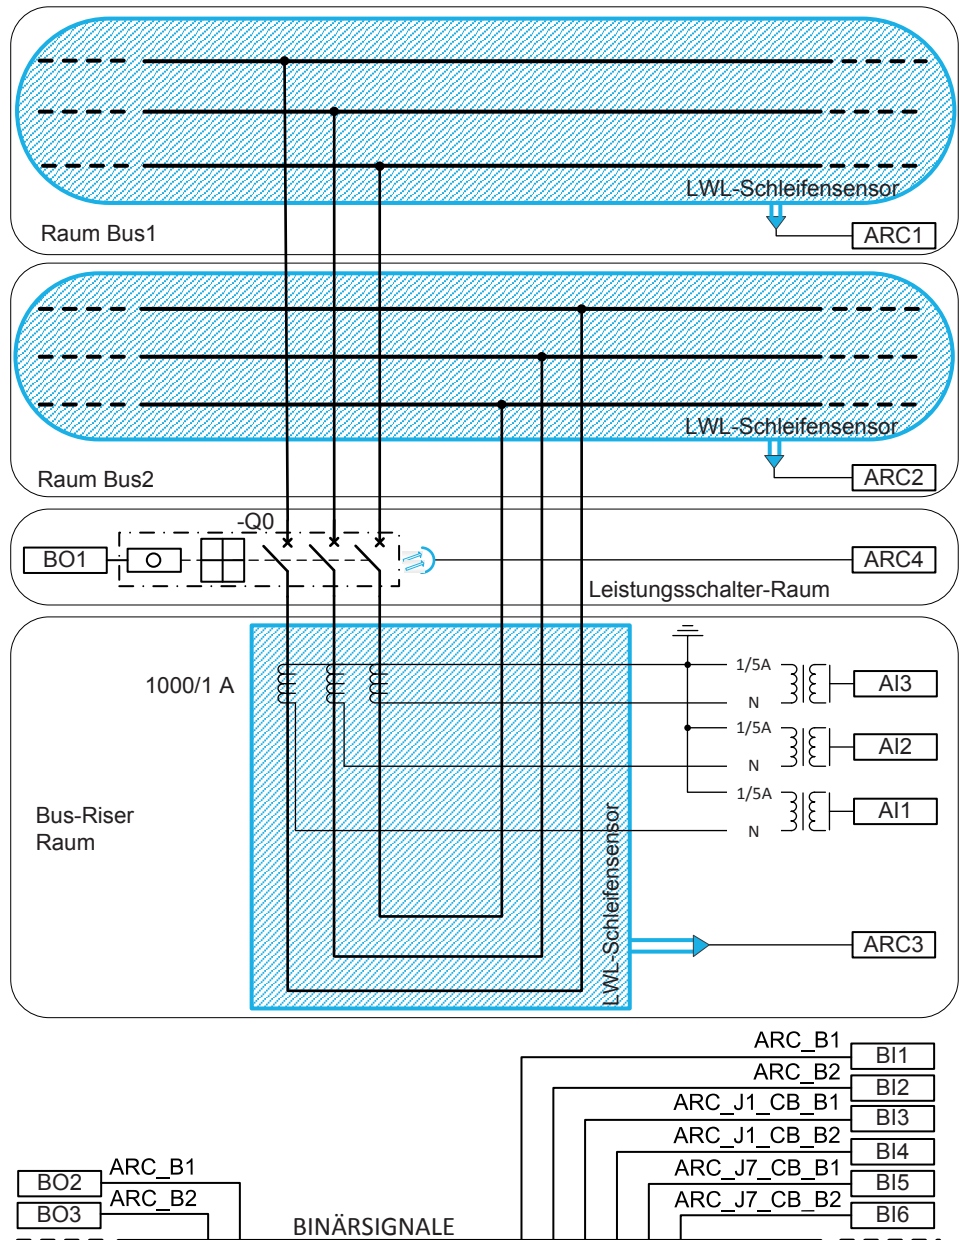

Abb. 67: Anschluss Schaltbild für den Buskoppler +J4
Abbildung 67 zeigt die Binäreingänge (BI), Binärausgänge (BO), analoge (AI) Eingangssignale und ARC-Eingänge.